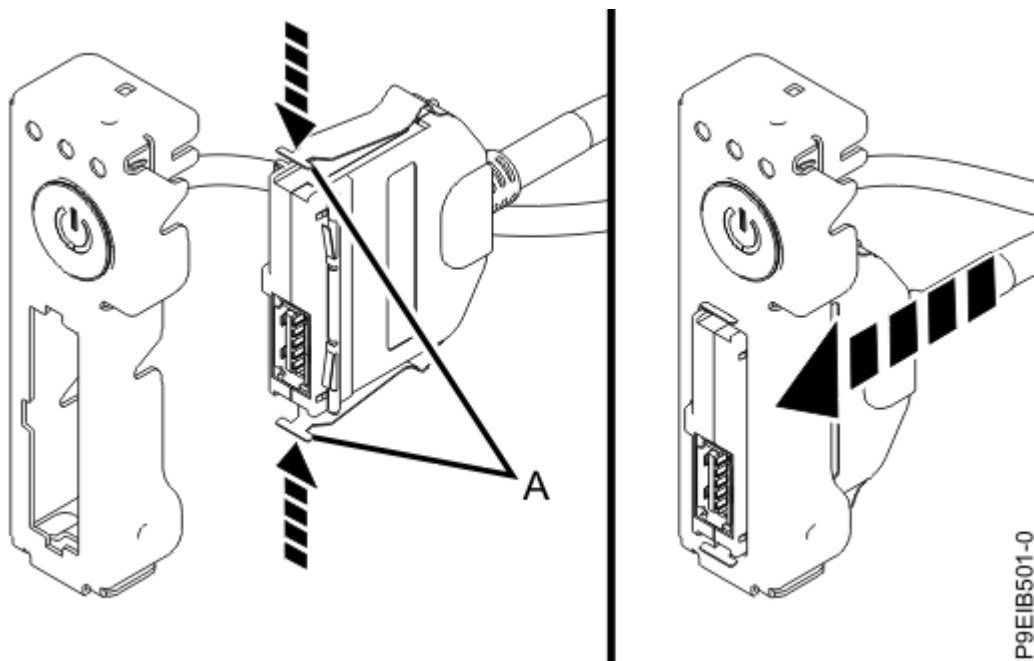

Figura 173. Conexión del conector y cable USB al interruptor de alimentación
3. Mientras presiona los pestillos **(A)**, conecte el conector y cable USB al interruptor de alimentación, tal como se muestra en la Figura 173 en la página 192.